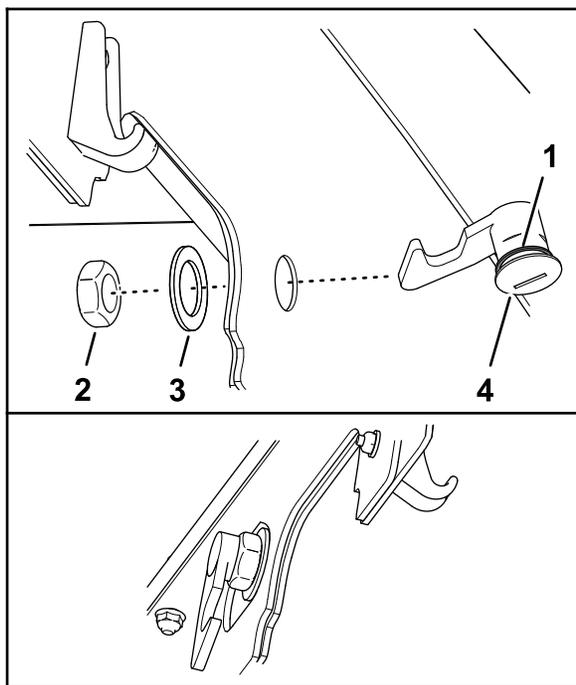

Рисунок 35
3. Подсоедините уплотнение к защелке капота (Рисунок 35).